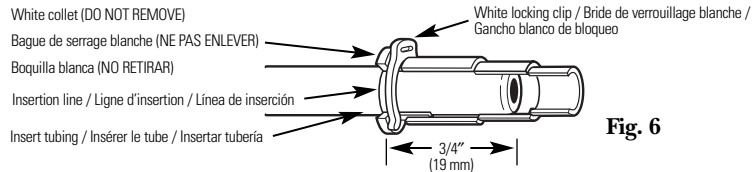

Fig. 6
2. Push the tubing firmly into each fitting on the manifold until the line is flush with the fitting collar. (If the tubing is removed, re-cut the end, measure, mark and re-insert.) **Tubing must be fully inserted to avoid leaks** (Fig. 6).
2. Poussez le tube fermement dans chaque raccord du collecteur jusqu'à ce que la ligne arrive au niveau du collet du raccord. (Refaire la procédure de nouveau si le tube est enlevé : couper l'extrémité, mesurer, marquer puis réinsérer.) **Le tube doit être complètement inséré pour éviter les fuites** (Fig. 6).
2. Empuje la tubería firmemente en cada accesorio del colector hasta que la línea esté ajustada con el collar de ajuste. (Si la tubería se retira, vuelva a cortar el extremo, mida, marque y vuelva a insertar). **La tubería se debe insertar completamente para evitar fugas** (Fig. 6).